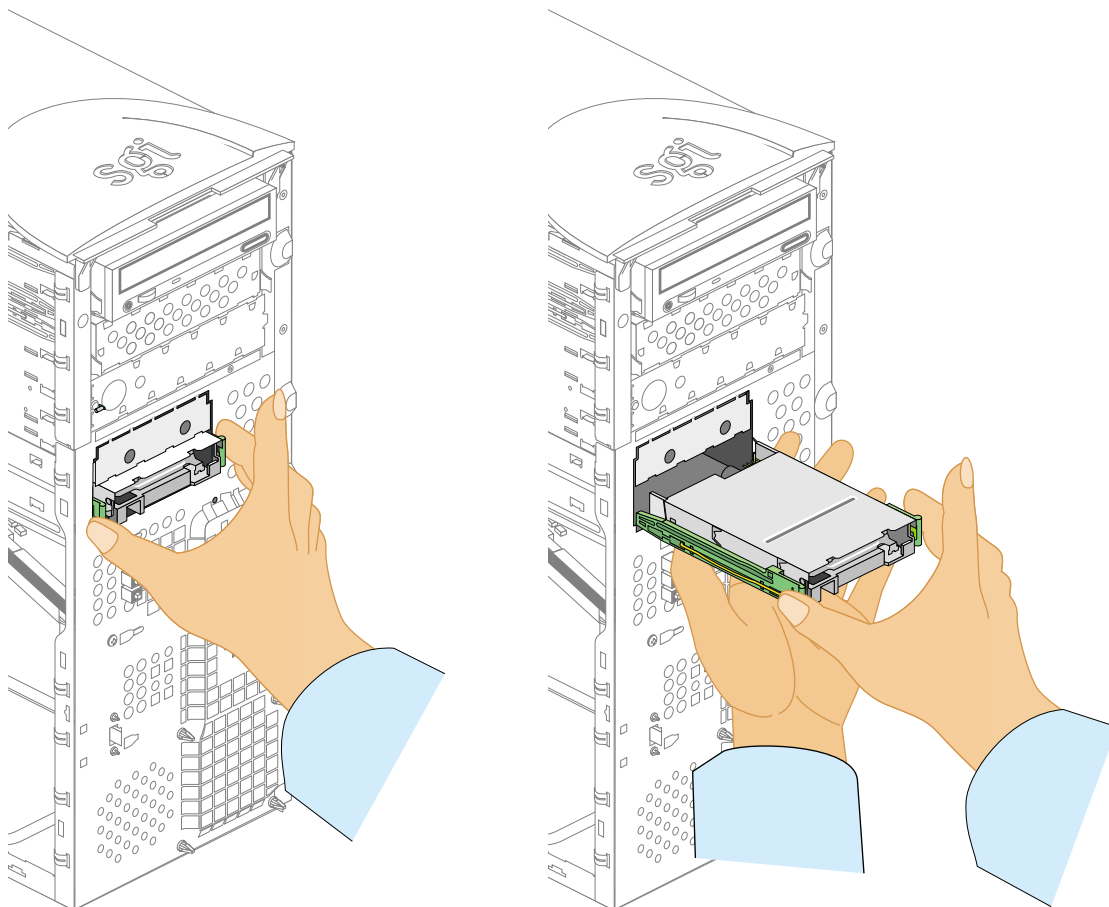

Abbildung 2-11 Ausbauen eines Laufwerks aus dem Laufwerkschacht
3. Wenn Sie das Laufwerk aus dem Laufwerkschacht ausbauen wollen, drücken Sie auf die Kunststofflöselaschen der Laufwerkschienen an den beiden Seiten des Laufwerks und ziehen das Laufwerk aus dem Gehäuse heraus. Abbildung 2-11 auf Seite 28 veranschaulicht das Vorgehen (Abbildung 2-11 zeigt das Ausbauen eines 3,5-Zoll-Laufwerks, beim Ausbauen eines 5,25-Zoll-Laufwerks gehen Sie jedoch ähnlich vor).
3. Wenn Sie ein 3,5-Zoll-Laufwerk aus einem Laufwerkschacht ausbauen wollen, drücken Sie auf die Kunststofflöselaschen der Laufwerkschienen an den beiden Seiten des Laufwerks und ziehen das Laufwerk aus dem Gehäuse heraus. Abbildung 2-11 veranschaulicht das Vorgehen.